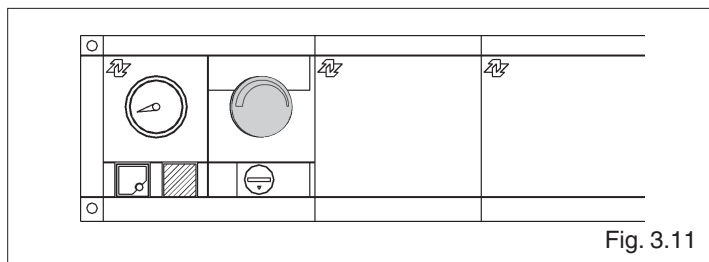

Fig. 3.11
- Ställa värmepannans termostat på det lägsta inställningsvärdet (fig. 3.11)